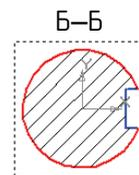

Рис. 8.32
- Укажите курсором на окружность сечения – кривая выделится красным цветом (рис. 8.32).